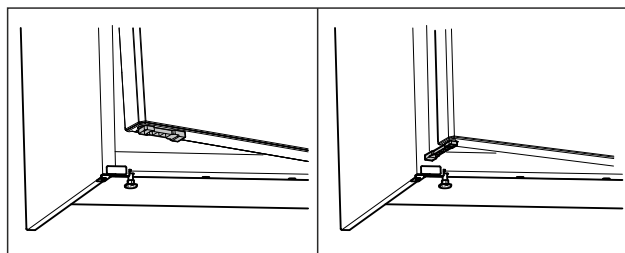

Fig. 68*
- ▶ Fordítsa el 90°-kal az ajtó nyitáskorlátozó elemét. (lásd Fig. 68) *